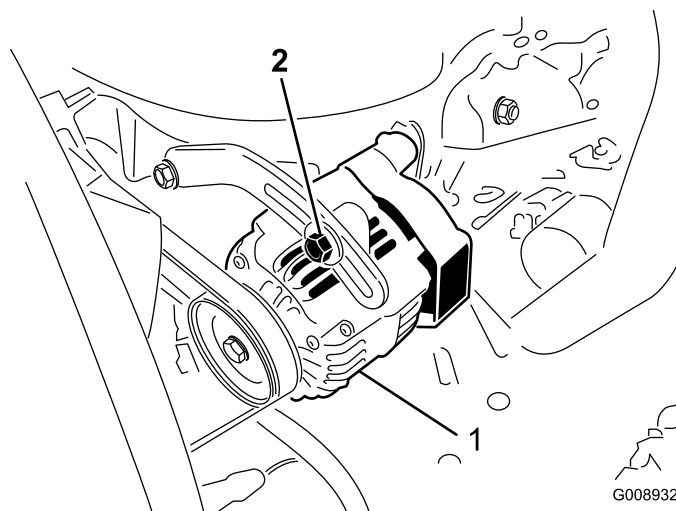

Figure 78
Vérifiez l'état et la tension des courroies (Figure 78) toutes les 100 heures de fonctionnement.
2. Si tel n'est pas le cas, desserrez les boulons de montage de l'alternateur (Figure 78). Augmentez ou diminuez la tension de la courroie et resserrez les boulons. Contrôlez de nouveau la flèche de la courroie pour vérifier si la tension est correcte.